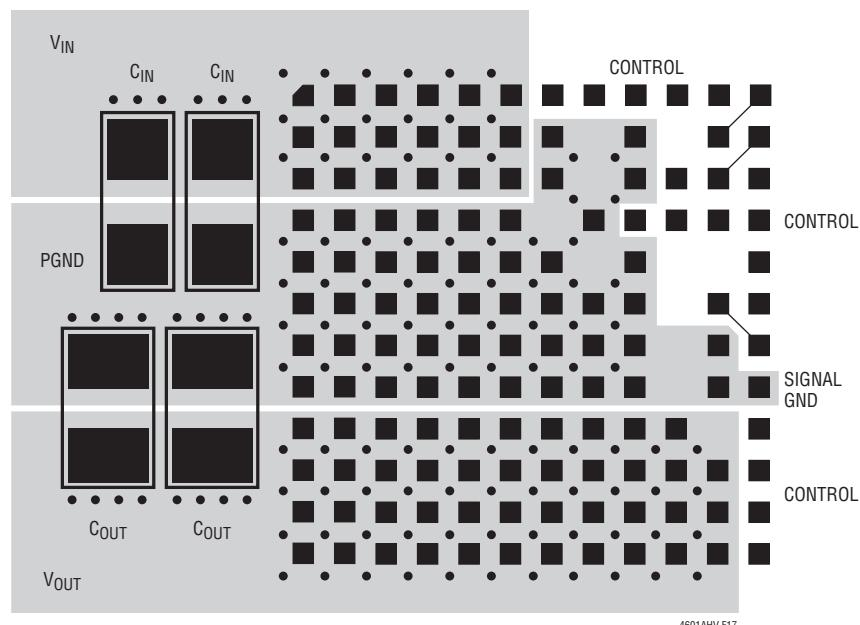

図17. 推奨レイアウト
- 信号ピンに接続された部品には、別のSGNDグランド銅領域を使います。SGNDとPGNDをユニットの下で接続します。推奨レイアウトを図17に示します。